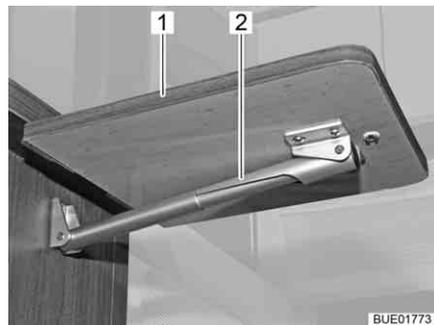

Bild 122 Thekenklapptisch, ausgeklappt
- Thekenklapptisch (Bild 122,1) unten greifen und mit leichtem Zug von der Magnethalterung lösen.
- Tischplatte nach oben schwenken, bis die Fixierung der Teleskophalterung (Bild 122,2) greift. Tischplatte loslassen.